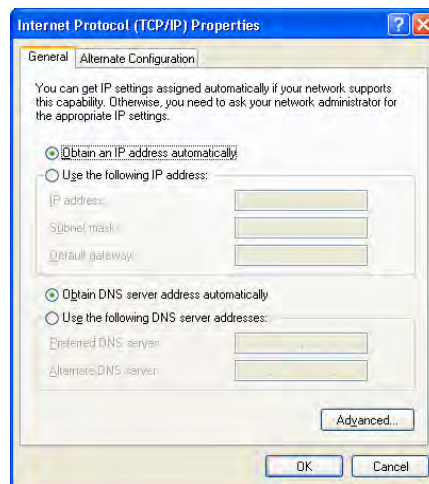

Figura 3. Selecione as propriedades de rede do computador para automático para o Adaptador de Internet Wi-Fi.
3. Abra as Propriedades de Protocolo de Internet (TCP/IP) da porta de rede do computador. Marque a opção “Obtain an IP address automatically” (Obter endereço de IP automaticamente) como na Figura 3 para as configurações do Adaptador. Também certifique-se de que o botão “Obtain DNS server address automatically” (Obter endereço de servidor DNS automaticamente) esteja selecionado.
b. Automaticamente (DHCP ativado). No site da AR2, entre no menu de configurações do AutoRAE 2. (Ver Figura 3.) Ative a função DHCP da porta Ethernet do Controlador AutoRAE 2e depois saia para o modo normal AR2. Mantenha as configurações de porta sem fio do computador como mostradas na figura 3 (ou seja, com as definições para obter o endereço de IP automaticamente).